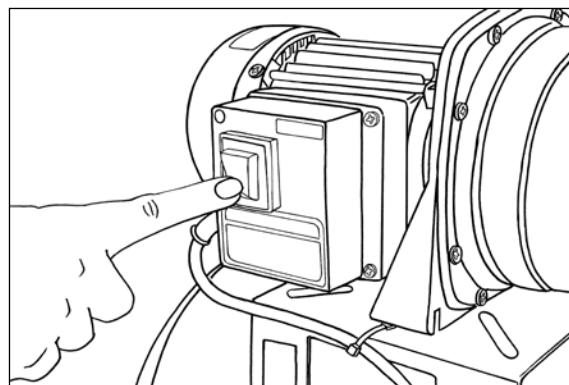

Рис.7 Включение станции
7. Включить станцию при закрытом кране (рис.7), пуска двигателя не произойдет. После включения кнопки, на реле переводим рычаг в положение START (удерживая) на 15-30 секунд, двигатель включится, и начнет нагнетать давление в систему. Если отпустив рычаг насос отключится, это означает, что воздух в крышке насоса. Открываем кран (умывальника) для выпуска воздуха и доливаем воду через заливное отверстие в крышке насоса. В зависимости от длины всасывающей магистрали данный алгоритм нужно будет повторить несколько раз. Эту операцию нужно производить при первом пуске станции, а также при срабатывании защиты от сухого хода.